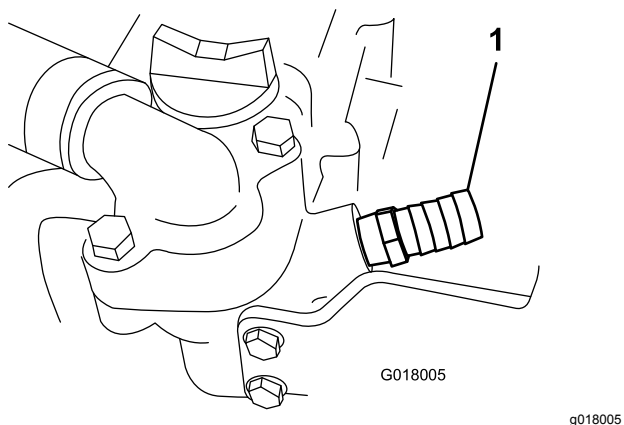

図 26
2. ドリップパンを置く。サーモスタットハウジングの前下にあるプラグを抜き、ストレートフィッティング 5/8" にパイプシーラントを塗って車体に取り付ける 図 26。